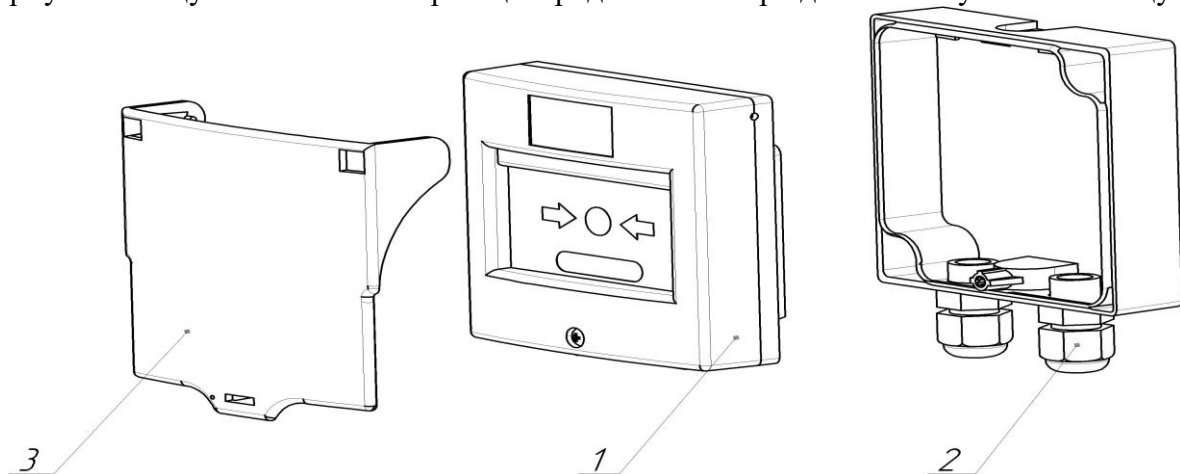

Рисунок 1 – Будова сповіщувача ИПР-1П54
4.1 Конструктивно сповіщувач складається з трьох основних частин (рисунок 1):